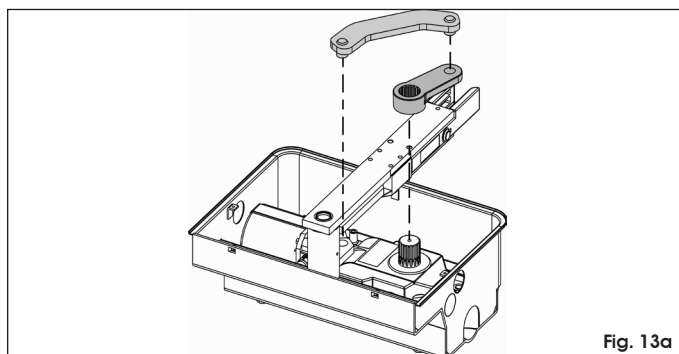

Fig. 13a
2. Positionner l'opérateur sur les boulons du caisson portant et le fixer au moyen des écrous et rondelles fournis (Fig. 13a et 13b).
3. Fermer manuellement le vantail et monter l'ensemble bielle-manivelle comme indiqué Fig. 13a.